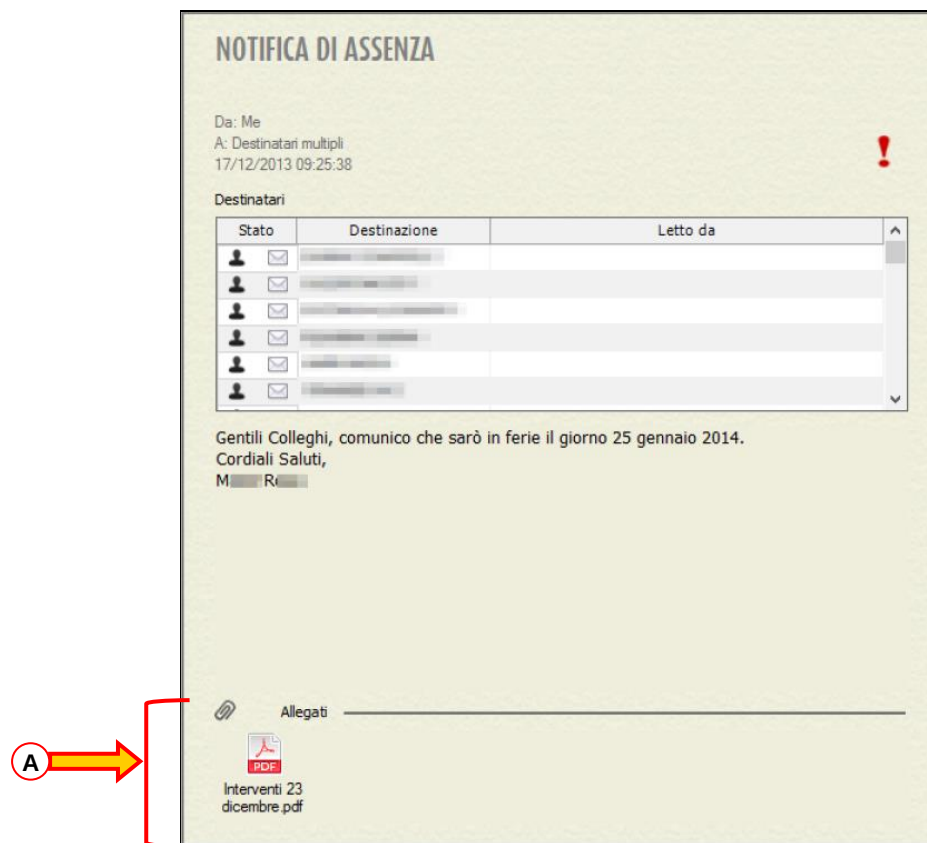
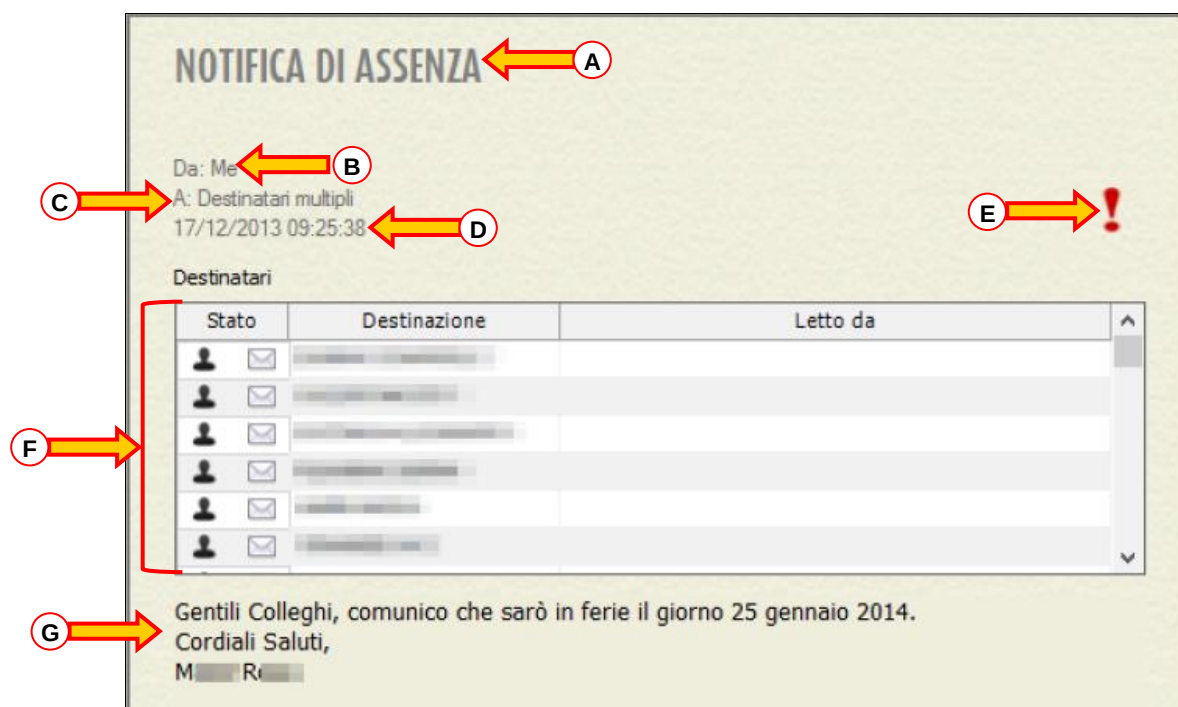

Fig 87
Fig 88
Il messaggio selezionato è mostrato per intero nella parte destra della schermata (Fig 87).
Il riquadro apparirà evidenziato. Il messaggio sarà mostrato a destra per intero (si veda l'esempio mostrato in Fig 87 e ingrandito in Fig 88).
- 1) Il titolo (subject) del messaggio (Fig 88 **A**).
- 2) Chi ha spedito il messaggio (campo “Da” - Fig 88 **B**).
- 3) Il destinatario (campo “A” - Fig 88 **C** – in caso di “destinatari multipli” i destinatari sono elencati nella tabella sottostante).
- 4) La data e l’ora di spedizione (Fig 88 **D**).
- 5) Le caratteristiche del messaggio, indicate dalle icone sulla destra. Nel caso mostrato in figura si tratta di un messaggio con priorità alta (Fig 88 **E** – si veda il paragrafo 8.4 per la spiegazione delle icone).
- 6) La tabella dei destinatari (Fig 88 **F**). La tabella, descritta nel paragrafo successivo, è presente solo in caso di destinatari multipli.
- 7) Il testo del messaggio (Fig 88 **G**).
- 8) In basso si trovano le icone corrispondenti ai file eventualmente allegati al messaggio (si veda la Fig 87 **A**).